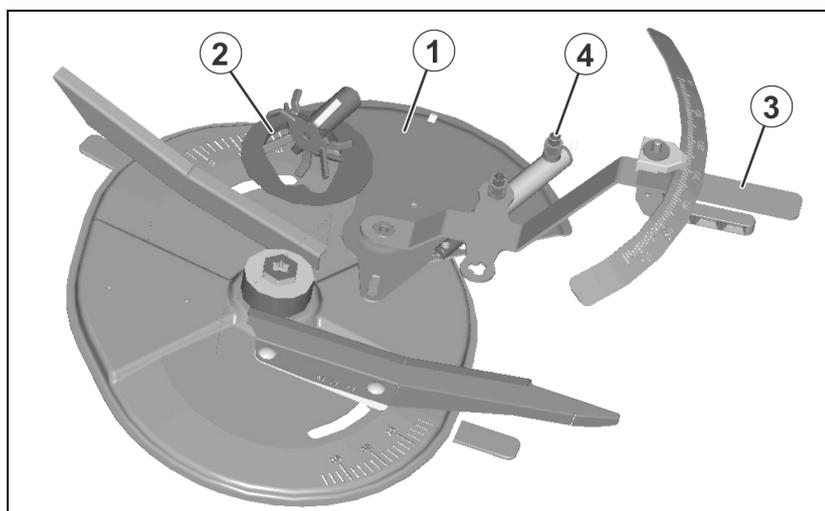

Fig. 15
- grâce à un terminal de commande **électronique**. Les trappes de dosage (Fig. 15/2) commandées par des servomoteurs (Fig. 15/1) permettent d'ouvrir des sections de passage différentes (Fig. 15/3).
- **manuel** par le levier de réglage (Fig. 15/3) via le réglage de différentes ouvertures du passage (Fig. 15/2). Chaque position de disque nécessaire est obtenue d'après les indications du tableau d'épandage ou avec le disque de calcul.
Pour ouvrir et fermer les ouvertures, les trappes de dosages sont activées de façon hydraulique (Fig. 15/4).